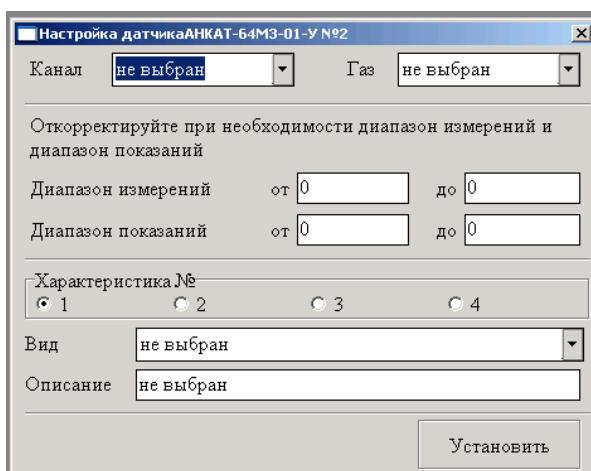

Рисунок 4.5 – Окно «Настройка датчика»
- в меню «Зав. Настр» нажать экранную кнопку «Ввод параметров датчика», в окне ввода пароля ввести «ecnfujdbnm», откроется окно «Настройка датчика» (см. рисунок 4.5);